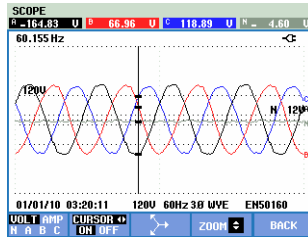

Abbildung 23-3. Signalform-Anzeige mit aktivem Cursor und Zoom
- Die Pfeiltasten nach oben/unten zoomen in vertikaler Richtung (Abbildung 23-3).